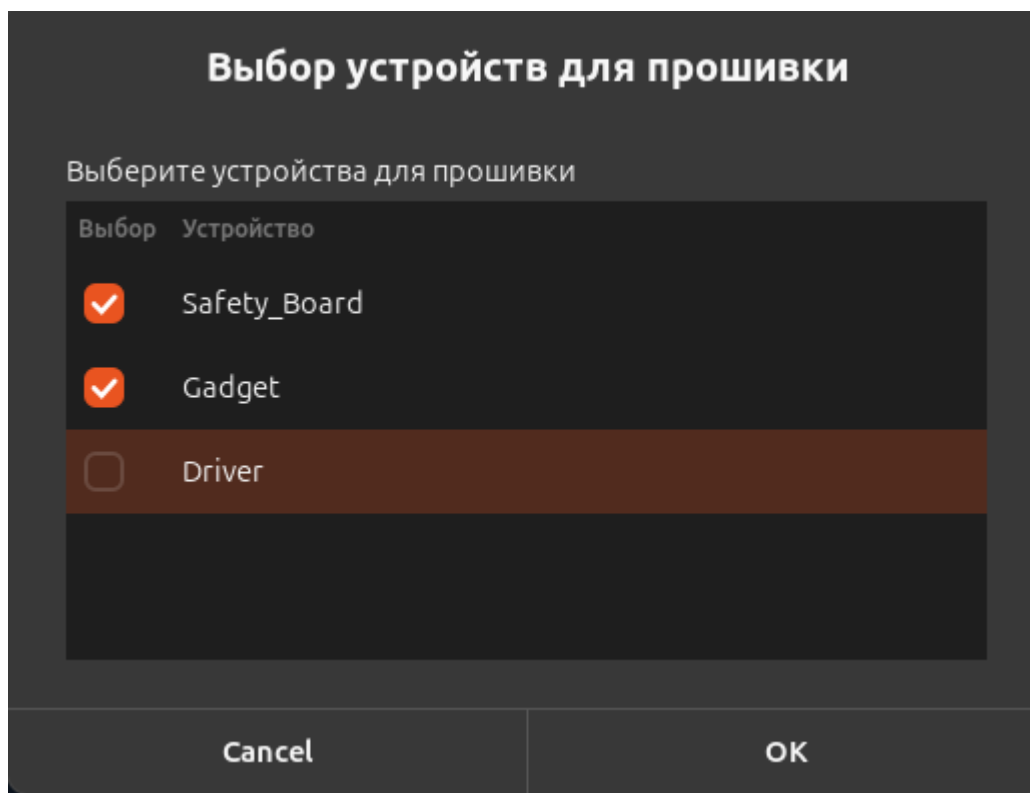

Рисунок II-58 – Диалоговое окно для выбора устройства для прошивки
- 1) Выберите «Обновление прошивки» и нажмите «ОК». Отобразится диалоговое окно для выбора устройства для прошивки (см. Рисунок II-58).